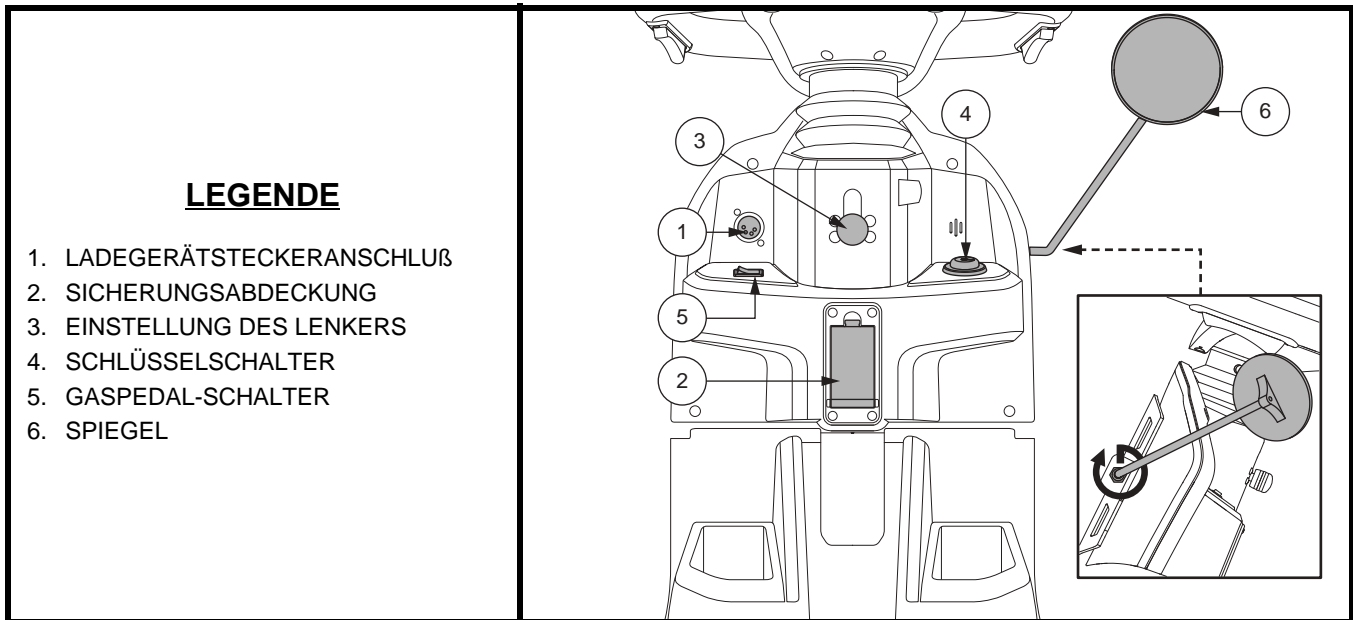

Abb. 4. Komponenten unterhalb des Lenkers
Das externe Ladegerätkabel wird in diesem Anschluss eingesteckt. Die externe Anschlussbuchse befindet sich am Lenker. **Siehe Abb. 4.**
- Um Ihr Personal Elektromobil einzuschalten, den Schlüssel in den Schlüsselschalter ganz einstecken und im Uhrzeigersinn drehen. **Siehe Abb. 4.**
Dieser Schalter legt fest, welcher Gaspedal-Hebel (links oder rechts) funktioniert. **Siehe Abb. 4.**